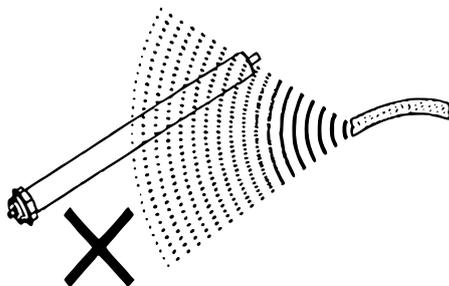

Fig. 1
- Ne nettoyez pas moteur à l'eau et ne l'exposez pas à une forte humidité. (Fig. 1).